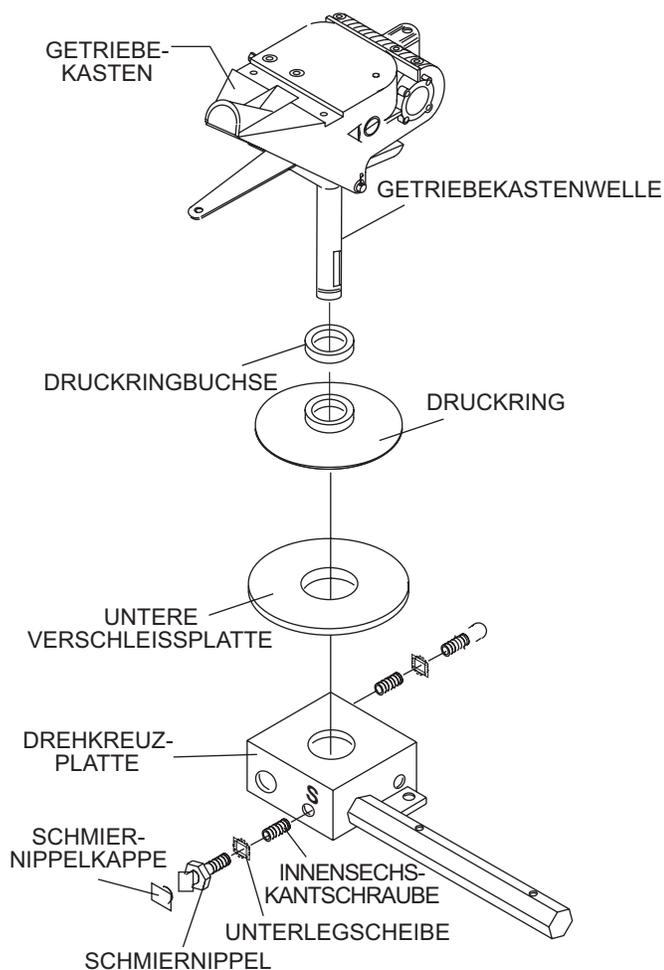

Abbildung 24. Drehkreuz-/Getriebekastenausbau
- a. Den Schmiernippel und die Innensechskantschraube mit der Bezeichnung „S“ (Abbildung 24) entfernen. Auf der gegenüberliegenden Seite des Drehkreuzes befinden sich ein weiterer Schmiernippel und eine Innensechskantschraube, die ebenfalls zu entfernen sind.